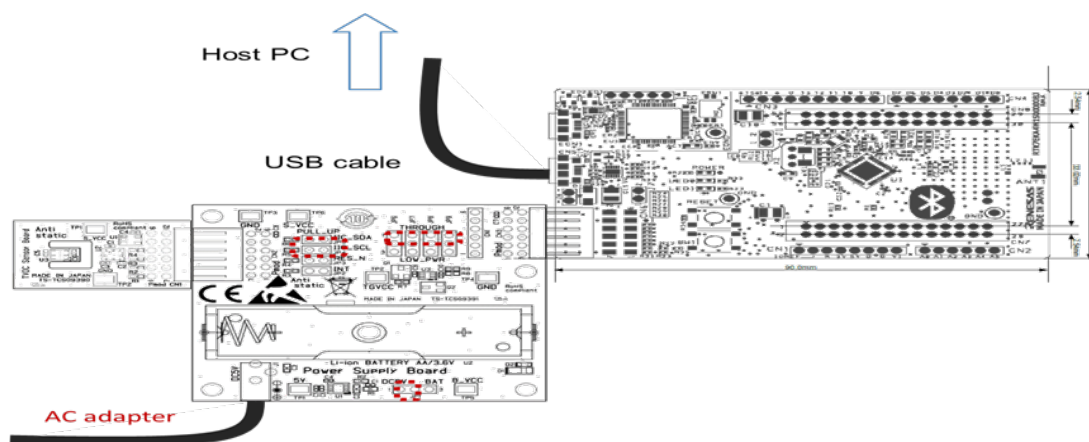

図 5-2 AC アダプタ給電による接続
- 図 5-2 AC アダプタ給電による接続の接続で、EK-RA4W1 とセンサボード及び電源ボードを接続します。(電源ボードの JP を点線図の形で接続を確認してください)